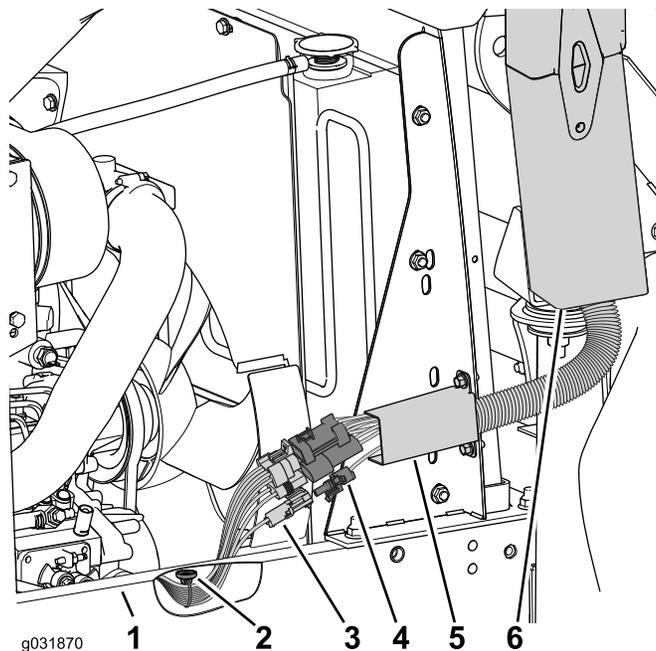

Figure 58
- Placez support magnétique sous le cadre (Figure 58).
- Branchez le faisceau de câblage de la machine au faisceau de câblage de la cabine (Figure 58).